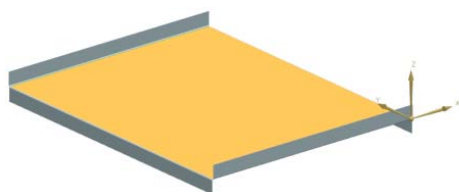

图 11-236 选择草图工作平面
(2) 在“凹坑”对话框中，单击“绘制截面”按钮 ，打开“创建草图”对话框。在视图区选择如图 11-236 所示的平面为草图工作平面